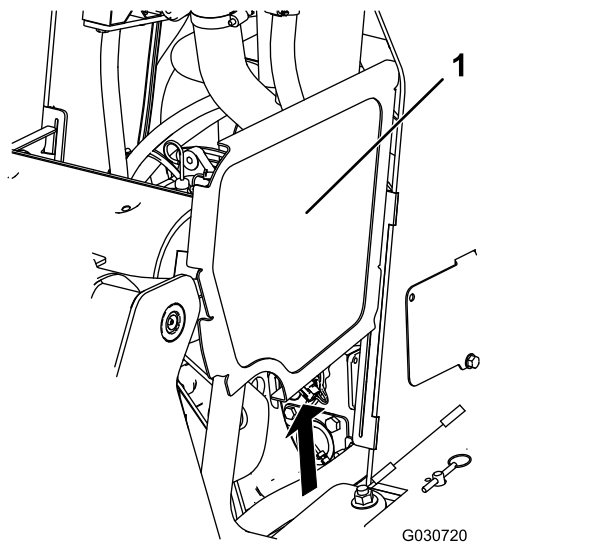

Рисунок 37
2. Сдвиньте вверх боковые решетки (Рисунок 37) и извлеките их из пазов в передних решетках и каркасе.